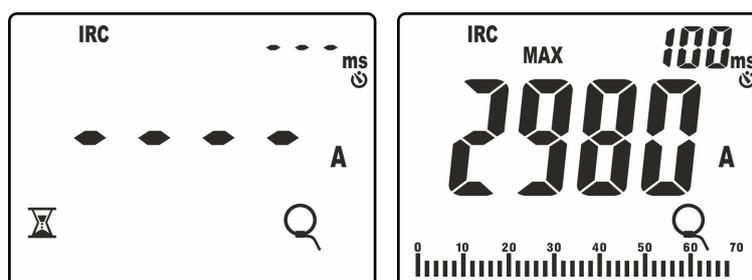

Fig. 41: Reconhecimento do evento corrente de pico
8. Premir o botão **GO/HOLD** para ativar a função. O instrumento coloca-se em espera do reconhecimento do evento (valor medido superior ao patamar fixo de disparo igual a **1%FS pinça: ex 30A para FS = 3000A**) mostrando o símbolo “X” no display (ver Fig. 41 – parte esquerda)
9. Com o reconhecimento do evento **a medição pára automaticamente** e o instrumento apresenta no display principal o valor **Max RMS** calculado no tempo de avaliação de **100ms** (por defeito) indicado no display secundário (ver Fig. 41 – parte direita)